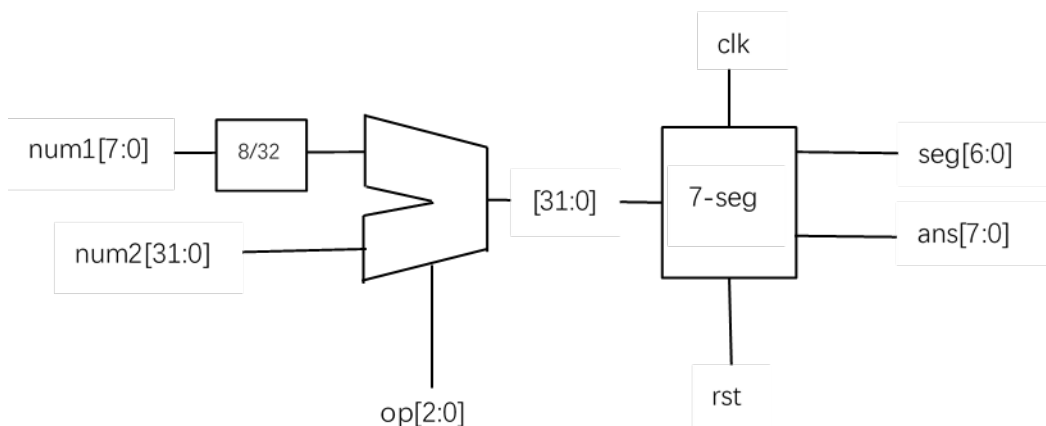

图 1.2 ALU 实验原理图
本次实验将 ALU 输出结果通过板载七段数码管进行显示验证，原理图如图 1.2 所示：
--top.v	设计顶层文件，参照图 1.2 将各模块连接。